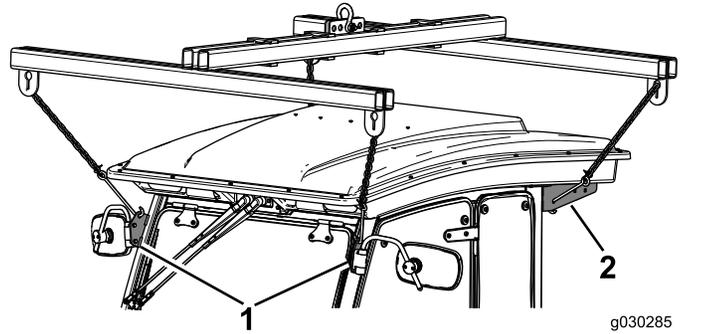

Figura 17
2. Conecte la grúa de la cabina a los 4 puntos de izado de la cabina (Figura 17).